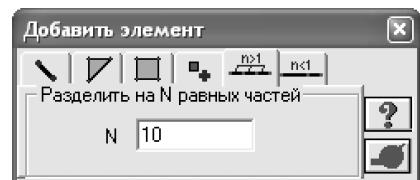

Рис.4.6. Диалоговое окно Добавить элемент
- Активизируйте пятую закладку Разделить на N равных частей (рис.4.6) и задайте:
- С помощью диалогового окна **Добавить элемент** (рис.4.6) разделите выделенные стержни на 8 частей.
- Активизируйте закладку **Разделить на N равных частей** (рис.4.6).